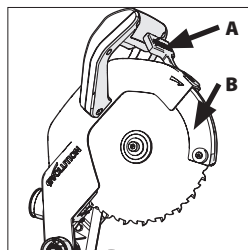
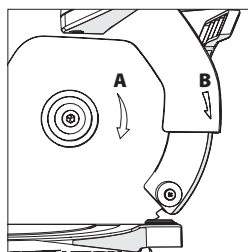

Fig. 28
Fig. 29
Para insertar la hoja de sierra, presione el gatillo de liberación de la protección inferior de la hoja de sierra (A), gire la protección inferior de la hoja de sierra (B) en dirección ascendente y dentro de la protección superior de la hoja de sierra y sostenga la protección inferior de la hoja en esa posición (**Fig. 28**). Instale la nueva hoja de sierra sobre la brida interior asegurándose de que esté bien asentada en el reborde de la brida y a continuación suelte lentamente la protección inferior de la hoja de sierra hasta su posición cerrada original. Asegúrese de que la flecha de rotación de la hoja de sierra (A) coincide con la flecha de rotación en sentido horario situada en la protección superior (B) (**Fig. 29**).